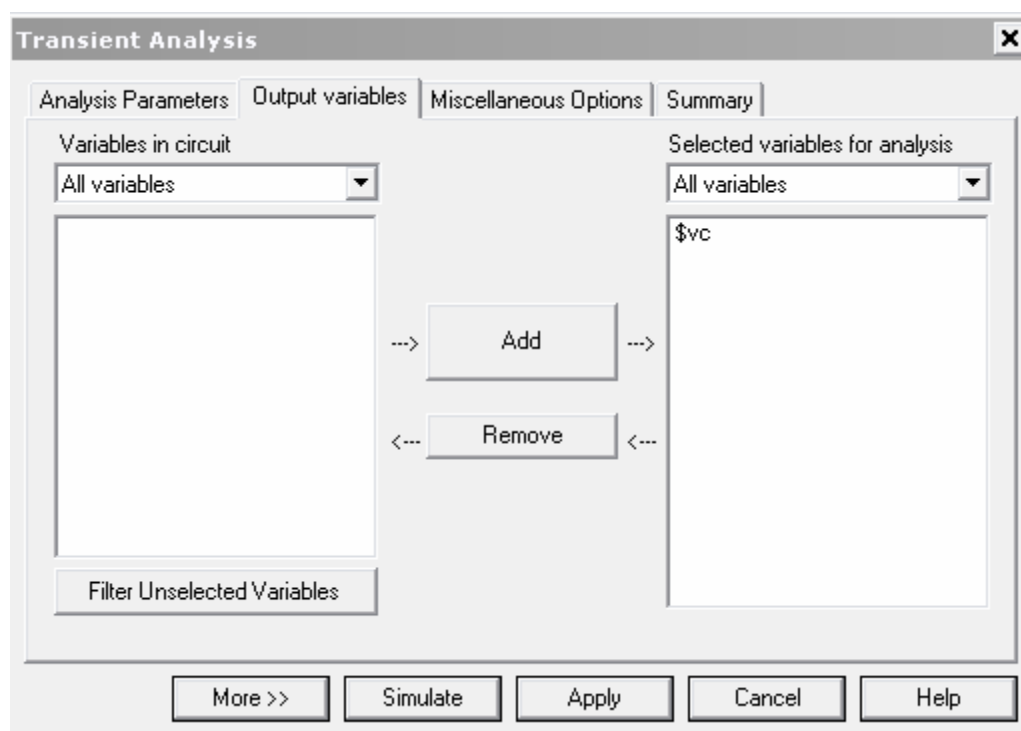

Figura 4.9. Selección de las variables a analizar
- El siguiente paso es indicar que variables queremos simular. Para esto iremos al submenú OUTPUT VARIABLES (Figura 4.9).